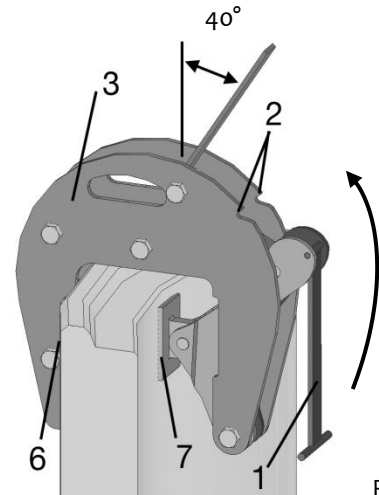
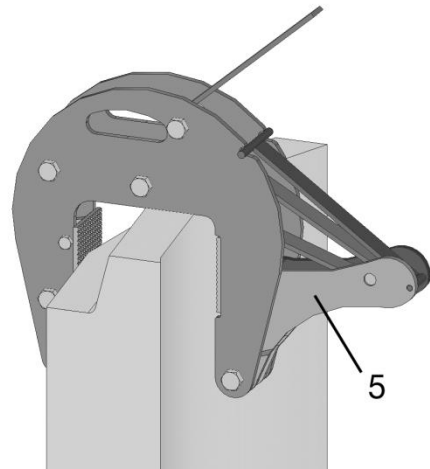

Fig. 2
Fig. 3
- Faites pivoter le support de l'ouvre-porte (1) vers le haut (Fig. 2) et verrouillez-le dans les deux rainures (2) du support extérieur (3) : La pince est maintenant verrouillée avec une largeur d'ouverture maximale (Fig. 3). Lors du réglage, veillez à ce que les **courroies de tension** soient **détendues** et **non tordues**.
- Déverrouillez tous les supports ouverts (1) et faites-les pivoter vers le bas : les leviers coudés (5) sont pivotés vers l'avant par les ressorts.
- Les deux mâchoires de serrage (6) et (7) doivent être en contact avec l'anneau sur toute leur surface (Fig. 2). Soulevez l'anneau de l'arbre d'environ 10 cm.